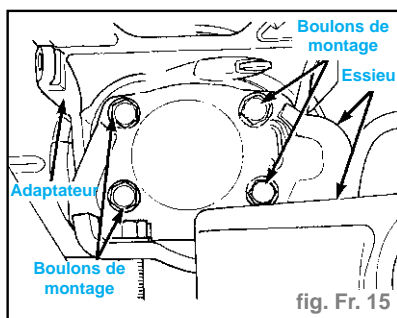

fig. Fr. 15
- Déposer les boulons de montage entre le moyeu/roulement et l'essieu (Fig. Fr. 15).